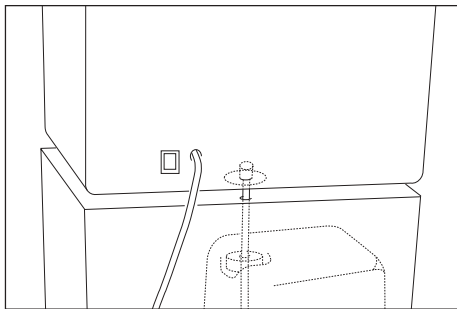

Fig. 7
- Introducir el tubo de aspiración de agua, que viene con el mueble, en el acoplamiento situado debajo de la máquina (Fig. 7).